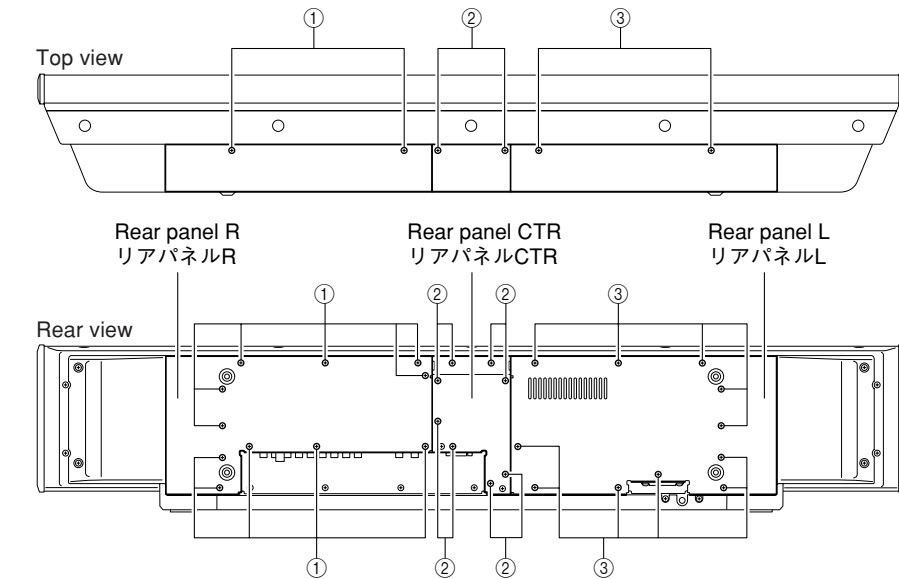

Fig. 1
- Remove 13 screws (①). (Fig. 1)
- Remove the rear panel R. (Fig. 1)
- Remove 10 screws (②). (Fig. 1)
- Remove the rear panel CTR. (Fig. 1)
- Remove 13 screws (③). (Fig. 1)
- Remove the rear panel L. (Fig. 1)
- ①のネジ13本を外します。(Fig. 1)
- リアパネルRを取り外します。(Fig. 1)
- ②のネジ10本を外します。(Fig. 1)
- リアパネルCTRを取り外します。(Fig. 1)
- ③のネジ13本を外します。(Fig. 1)
- リアパネルLを取り外します。(Fig. 1)